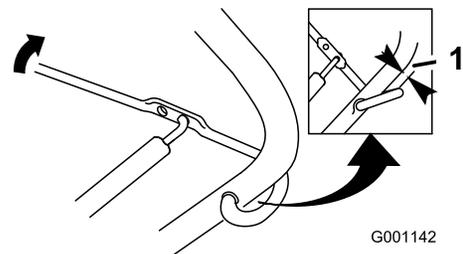

Figure 21
2. Vérifiez que la barre de commande et le guidon sont espacés de 2 à 3 mm (1/16 à 1/8 pouce) (Figure 21).